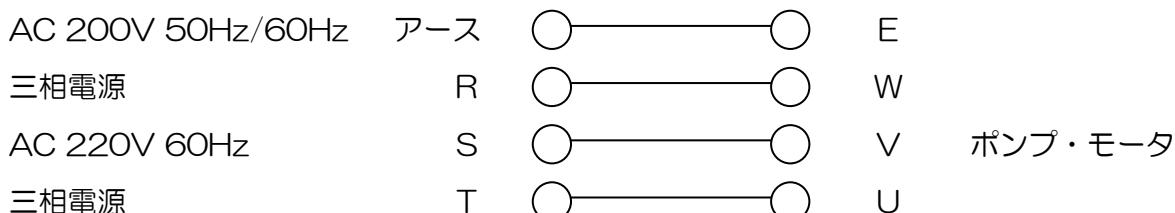

図6. 電気結線図
- (1) このポンプの回転方向は、ポンプ正面（レベルゲージ側）から見て時計回りです。
- (2) 図6. のように結線すれば、ポンプの回転方向はポンプ正面（レベルゲージ側）から見て時計回りに回転します。反対方向に回転した場合は直ちに電源を切り、U相とW相とに接続されている結線を入れ替え、改めて正しい方向に回転することを確認して下さい。
- (3) このモータには、過負荷保護装置（手動復帰型サーマルプロテクター）が内蔵されています。
- (4) 三相モータの外部に過負荷保護装置を設ける場合は、表2. を参照して下さい。
- (5) モータ側アース端子は、モータ本体後部の“E”の表示があるネジです。